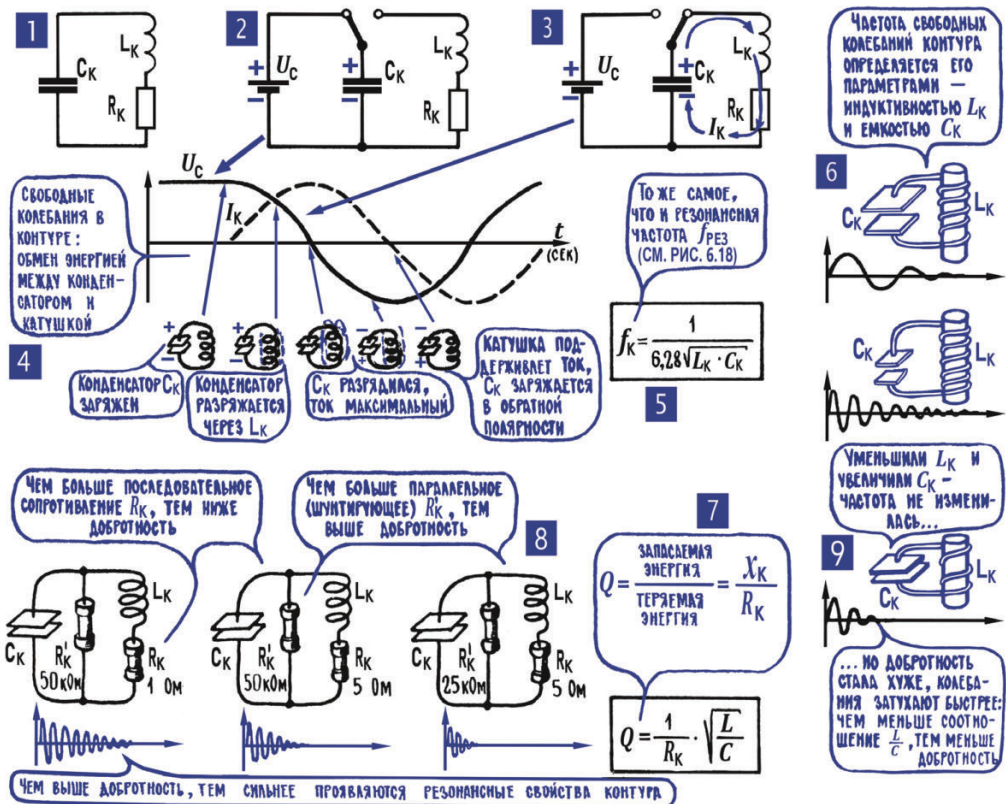
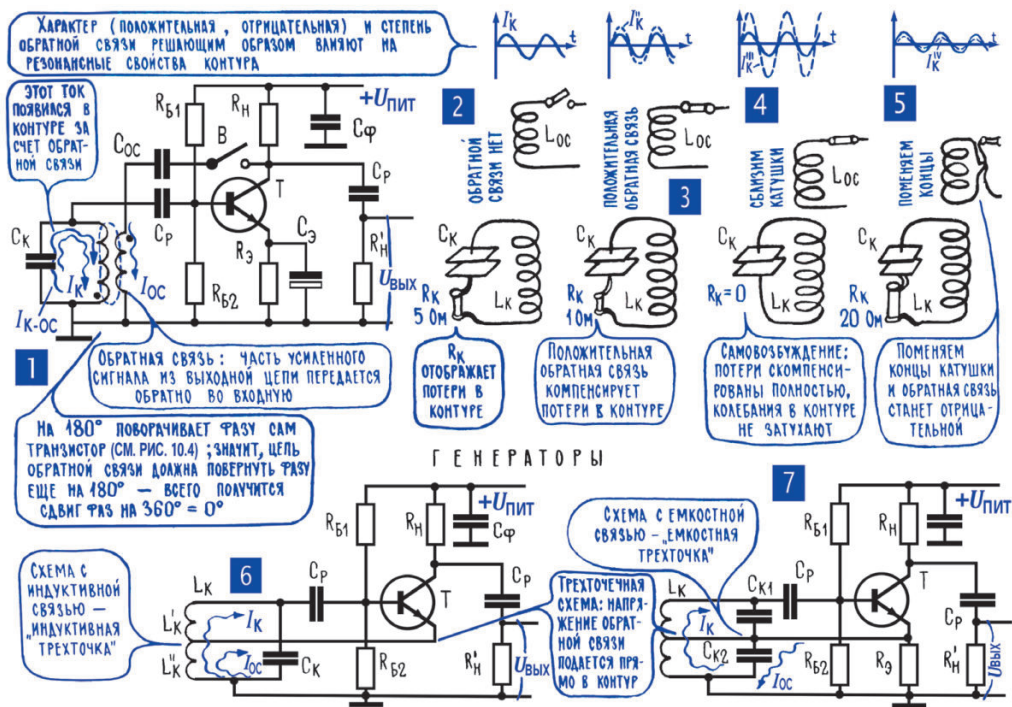

Рис. 11.1. Колебательный контур
Рис. 11.2. Генерация колебаний с помощью LC-контурa
Колебательный контур – это электрическая цепь, состоящая из конденсатора C_k , катушки L_k и резистора R_k (рис. 11.1; 1). Правда, резистора как такового в контуре не бывает, и R_k отображает собственное сопротивление контура, в которое входит сопротивление катушки, потери энергии в конденсаторе, другие виды потерь и затрат. До сих пор мы встречали контур в
роли резонансного фильтра в цепи переменных токов (гл. 6; 24). А теперь извлечем его оттуда и посмотрим, что произойдет, если отделить контур от всех других электрических цепей и передать ему порцию энергии, например зарядив конденсатор (рис. 11.1; 2, 3) до напряжения U_c .
А произойдет, скорее всего, вот что. Конденсатор сразу же начнет разряжаться через катушку L_K , в контуре пойдет ток I_K , вокруг катушки появится магнитное поле. Когда заряд конденсатора закончится, ток в цепи не прекратится, его будет поддерживать ЭДС самоиндукции, которую создаст убывающее магнитное поле катушки. Для пустого разрядившегося конденсатора это будет зарядный ток, он зарядит конденсатор, но уже, конечно, в обратной полярности. И когда катушка завершит свою деятельность, когда ее магнитное поле исчезнет и перестанет действовать ЭДС самоиндукции, ток в цепи все равно не прекратится, его будет создавать разряжающийся конденсатор. Но это уже ток обратного направления, поскольку противоположна и полярность напряжения на конденсаторе (рис. 11.1; 4).
Частота свободных электрических колебаний в контуре зависит от его параметров – индуктивности L_k и емкости C_k , так же как частота свободных механических колебаний струны зависит от ее массы и гибкости (гл. 7; 5). Чем больше емкость конденсатора C_k и индуктивность катушки L_k , тем медленнее они накапливают и отдают энергию, тем медленнее происходит обмен энергией между этими накопителями, тем ниже частота свободных электрических колебаний (рис. 11.1; 5, 6). Причем частота переменного напряжения и переменного тока в контуре автоматически устанавливается именно такой, чтобы конденсатор и катушка получали одинаковые порции энергии. То есть частота получается такой, что емкостное сопротивление x_C и индуктивное x_L на этой частоте одинаковы. Из условия равенства сопротивлений $x_C = x_L$ легко найти точное значение частоты свободных колебаний – она получается такой же, как резонансная частота контура $f_{\text{рез}}$ (рис. 6.18; 1). Логичнее, пожалуй, сказать наоборот – резонансная частота $f_{\text{рез}}$ равна частоте свободных колебаний f_k .
То же самое мы уже наблюдали в колеблющейся струне, для нее была введена характеристика «добротность» Q , которая как раз и показывает, от чего зависит время жизни свободных колебаний (гл. 7; 6). Подобная характеристика – добротность Q – говорит и о том, насколько бережно относится к своим запасам энергии колебательный контур. Чем больше энергии при каждом перекачивании уходит в запас, в магнитное поле или электрическое поле и чем меньше энергии при каждом перекачивании превращается в тепло, тем больше добротность Q , тем дольше длятся свободные колебания в контуре (рис. 11.1; 7, 8).
лей, конденсатор или катушка. То, что достается резистору R_k , пропадает безвозвратно; то, что попадает реактивному сопротивлению L_k или C_k , остается в контуре. Поэтому и оказывается, что добротность контура – не что иное, как отношение реактивного сопротивления к активному – x_L к R_k (рис. 11.1; 7), или, что то же самое, x_C к R_k (поскольку $x_L = x_C$ на частоте f_k).
Сделав простейшие преобразования, можно получить выражение для добротности и увидеть, что она зависит от соотношения L_k и C_k (рис. 11.1; 9). Но даже без преобразований легко прийти к выводу, что добротность Q тем больше, чем больше L_k , и тем меньше, чем больше C_k . Потому что с увеличением L_k возрастает реактивное сопротивление x_L , которое отбирает энергию у ненасытного R_k , отбирает с тем, чтобы вскоре вернуть в контур. А с увеличением C_k емкостное сопротивление x_C уменьшается, конденсатор забирает себе меньше энергии. Более того, приходится еще и L_k уменьшать, чтобы при увеличении C_k сохранить неизменной.
Таблица 11.1. Некоторые значения резонансной частоты LC-контура в зависимости от значений L и C (см. рис. 11.1; 5)
Зависимость добротности Q от L_k и C_k накладывает серьезные ограничения на выбор параметров контура. Конечно же, частота свободных колебаний f_k в равной мере зависит и от L_k и C_k : одну и ту же частоту можно получить при самых разных соотношениях индуктивности и емкости, подобно тому как одну и ту же площадь прямоугольника можно получить при разных соотношениях его сторон. Если в несколько раз увеличить L_k и во столько же раз уменьшить C_k , то частота f_k не изменится. Можно как угодно менять эти параметры, лишь бы только сохранялось неизменным произведение $L_k \cdot C_k$, которое и определяет частоту f_k . Но если нужно не просто получить ту или иную частоту электрических колебаний, а получить ее при высокой добротности контура, то соотношение L_k и C_k уже далеко не безразлично – нужно стараться, чтобы индуктивность контура была побольше, а емкость поменьше (рис. 11.1; 9).
Маятник часов и качели подсказывают тактику получения незатухающих электрических колебаний в контуре: полностью ликвидировать потери и затраты энергии нельзя, но их можно скомпенсировать, если извне вводить в контур энергию, которая перекроет все виды потерь и затрат. Для этого достаточно сделать усилитель с положительной обратной связью, например такой, как на рис. 11.2; 1. В этой схеме контур $L_k C_k$ включен в цепь базы и затухающее переменное напряжение на контуре есть не что иное, как усиливаемый сигнал. А в коллекторную цепь включена нагрузка R_n и еще один, новый элемент – катушка обратной связи L_{oc} . Она связана с контурной катушкой L общим магнитным полем, и через этот трансформатор часть «мощной копии» из коллекторной цепи, то есть с выхода усилителя, подается на его вход, поступает в базовую цепь.
Для самовозбуждения прежде всего нужно, чтобы сигнал, поступающий на вход из коллекторной цепи, поддерживал колебания в контуре (рис. 11.2; 3, 4), а не мешал им (рис. 11.2; 5), что, в принципе, тоже возможно.
Иными словами, нужно, чтобы собственный переменный ток в контуре I_k и ток I_{oc} , наведенный катушкой обратной связи, действовали бы в фазе. В схеме рис. 11.2; 1 выполнить это условие – условие фаз – очень просто, нужно лишь правильно включить катушку L_{oc} . При налаживании генератора, добиваясь самовозбуждения, просто переворачивают одну из катушек «вверх ногами». А если это неудобно, то меняют местами концы катушки L_k или концы катушки L_{oc} . При переворачивании катушки или смене ее концов фаза тока I_{oc} , наведенного в L_k , поворачивается на 180° , и если токи I_k и I_{oc} ранее действовали в противофазе, они начинают работать согласованно. А это как раз и значит, что сигнал, попавший в контур по каналу связи, восполняет энергию, которую съедает R_k , и как бы уменьшает его.
Но для самовозбуждения нужно не просто уменьшить R_k , а уменьшить его до нуля, полностью скомпенсировать потери в контуре. А значит, нужно выполнить еще одно условие – условие связи, передать в контур энергию не только в нужной фазе, но еще и в нужном количестве. В генераторе на схеме рис. 11.2; 1 выполнить условие связи тоже несложно – нужно сближать катушки L_{oc} и L_k или, в крайнем случае, увеличить число витков катушки обратной связи.
8. В трехточечных схемах генераторов напряжение обратной связи снимается с части контура. Схема генератора рис. 11.2; 1 называется схемой с трансформаторной обратной связью. Есть два совершенно равноправных варианта такой схемы. В одном случае контур включается в базовую цепь (в реальных схемах транзистор обязательно подключается лишь к части контура, иначе низкое входное сопротивление транзистора сильно зашунтирует контур; рис. 11.1; 8), а катушка обратной связи – в коллекторную. А во втором варианте, наоборот, в коллекторной цепи находится контур, выполняющий здесь роль нагрузки, а катушка обратной связи включена во входную цепь. События в обеих схемах, как и вообще во всех генераторах, разворачиваются одинаково. Первый же толчок тока, например при включении питания или из-за того, что на базу попал лишний электрон, – и в контуре начинаются свободные колебания, которые благодаря обратной связи оказываются незатухающими. Схемы с трансформаторной обратной связью очень популярны и весьма удобны. Единственное, что, пожалуй, можно поставить им в упрёк, так это дополнительную катушку L_{oc} .
В некоторых генераторах отдельная катушка обратной связи не нужна, в них сигнал обратной связи снимается с части колебательного контура. Это так называемые трехточечные схемы, в них транзистор подключен к контуру тремя точками – эмиттером, базой и коллектором (в ламповых генераторах – катодом, сеткой и анодом). В зависимости от того, откуда берут напряжение обратной связи – с катушки или конденсатора, – различают трехточечные схемы с индуктивной (рис. 11.2; 6) или с емкостной обратной
связью (рис. 11.2; 7). В обеих этих схемах условие фаз выполняется в том случае, если эмиттер подключен к средней части контура, а коллектор и база – к его краям. А выполнение условия связи связано с тем, какая часть контурной емкости или индуктивности подключена к участку база–эмиттер.
время как в других схемах нужно одновременно производить два переключения (например, переключать верхний конец катушки и отвод обратной связи в схеме рис. 11.2; 6).
9. RC-генератор: необходимый поворот фазы постепенно осуществляют цепочки из конденсаторов и резисторов. Обратную связь в генераторах назвали положительной потому, что она поддерживает изменения сигнала на входе, помогает ему. Но, в принципе, возможна еще и отрицательная обратная связь, когда сигнал, поступивший с выхода усилителя на его вход, действует против основного, главного входного сигнала, мешает ему (рис. 11.2; 5). Отрицательная обратная связь вскоре станет для нас предметом серьезных раздумий и тонких экспериментов (гл. 12; 15, 16), а пока отметим лишь одно: если с коллектора подать сигнал прямо на базу, то обратная связь получится именно отрицательной. Потому что когда «минус» на базе увеличивается, на коллекторе «минус» уменьшается, то есть коллекторное напряжение, попав на базу, будет действовать против собственного напряжения на базе¹. Или, короче, напряжение на базе и напряжение на коллекторе противофазны. А отсюда еще одна формулировка условия фаз: для получения положительной обратной связи при передаче сигнала из коллекторной цепи в базовую нужно повернуть фазу этого сигнала на 180° . Коллекторное напряжение само по себе сдвигается на 180° относительно базового, и дополнительный поворот на 180° доведет общий сдвиг фаз до 360° , то есть на целый период. А это значит, что никакого сдвига фаз не будет: «свое» напряжение на базе и та помощь, которая придет на базу по цепи обратной связи, будут действовать согласованно.